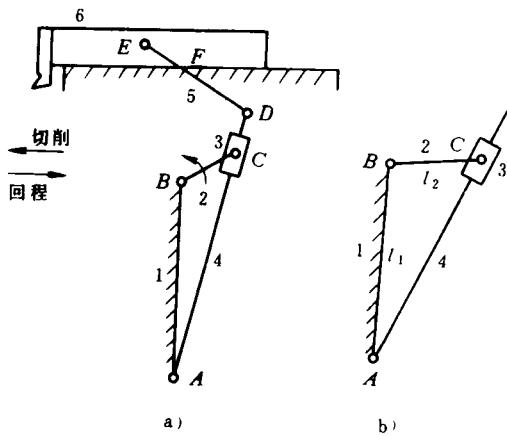

图 1-9
- 设计一摆动导杆机构(图 1-9)。已知机架长度 $l_{AB}=l_1=100\text{mm}$, 行程速比系数 $K=1.2$ 。